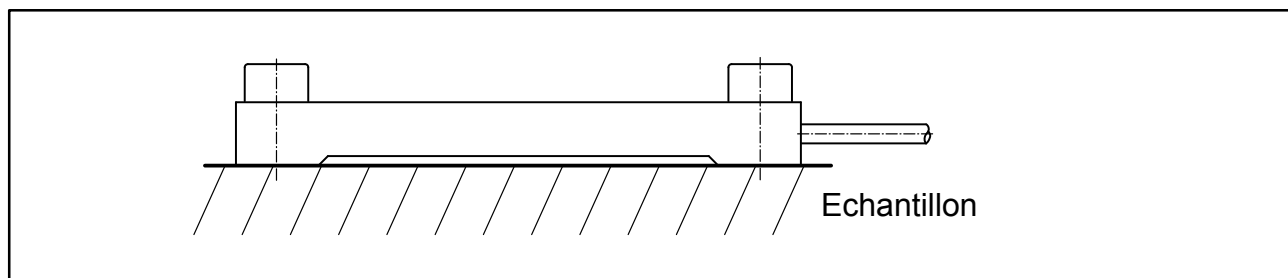

Fig. 5.1 : Montage de l'extensomètre
- L'extensomètre ne doit pas prendre appui sur sa partie centrale entaillée (voir Fig. 5.1) et doit être monté sans déformation.
- Montez l'extensomètre comme indiqué à la Fig. 5.1.